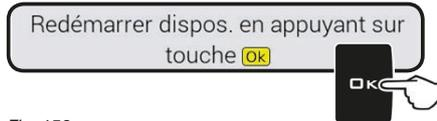

Fig. 158
- Le message en Fig. 158 s'affiche à la fin du chargement. Redémarrer dispos. en appuyant sur touche **OK**.